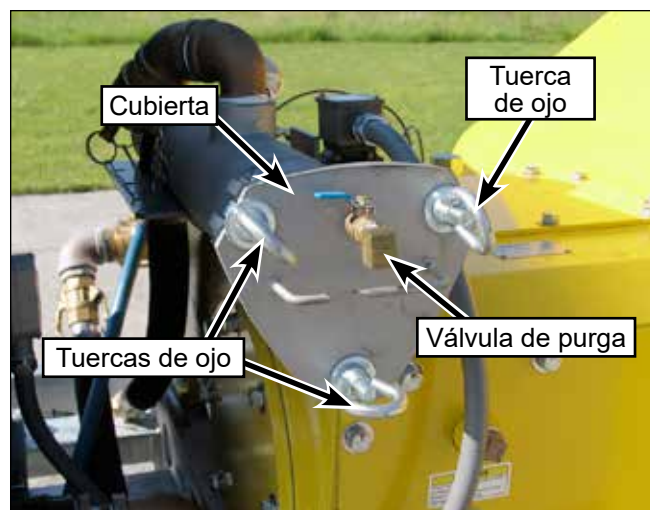

Figura 18: Cubierta del filtro.
1. Alivie la presión de la carcasa usando la válvula de purga y luego aflojando las tres tuercas de ojo (Figura 18) en la cubierta del filtro.